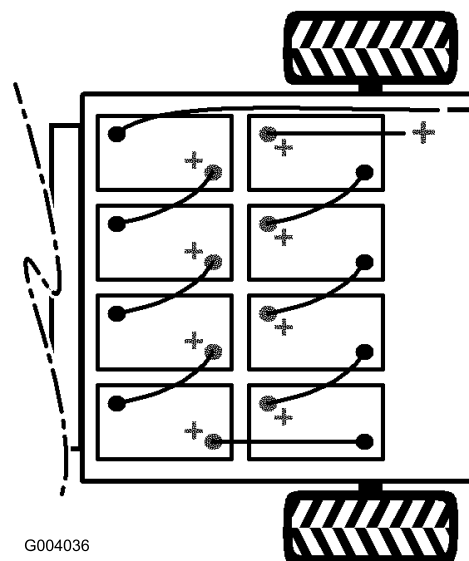

Figura 29
2. Scollegate dal polo della batteria il cavo nero, lungo, negativo principale che collega la serie di batterie alla macchina (Figura 29).
3. Scollegate dal polo della batteria il cavo rosso, lungo, positivo principale che collega la serie di batterie alla macchina (Figura 29).
- Nota:** Prestate attenzione alla polarità delle batterie quando montate le batterie nuove (Figura 29).
9. Collegate tutte le batterie utilizzando i cavi precedentemente scollegati, come illustrato in Figura 29.
10. Collegate il cavo rosso, lungo, positivo principale tra la serie di batterie e la macchina (Figura 29).
11. Collegate il cavo nero, lungo, negativo principale tra la serie di batterie e la macchina (Figura 29).